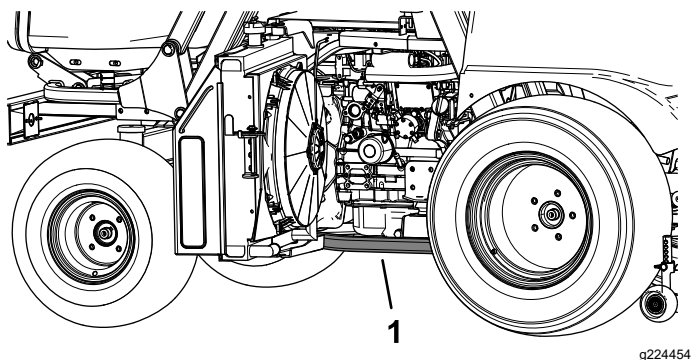
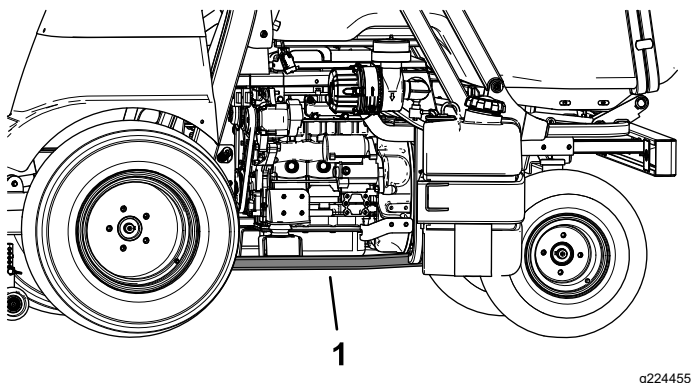

Figura 38
Figura 39
2. Amplasai un cric sub cadrul tubular (Figura 38 i Figura 39), direct sub tubul ROPS sau cât mai aproape posibil.